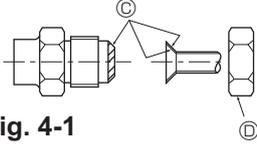

Fig. 4-1
(A) (Fig. 4-1)
(B) (Fig. 4-1)
4.2. Boruların bağlanması (Fig. 4-1)
- Geçme somunu sıkmadan önce boru ve conta bağlantı yüzeylerine ince bir tabaka halinde soğutucu yağı uygulayınız. (A)
- Boru bağlantılarını 2 somun anahtarıyla sıkınız. (B)
- Bütün geçme yatağı yüzeyine soğutucu makine yağı sürünüz. (C)
- Aşağıdaki boru büyüklüklerine uygun geçme somun kullanın. (D)